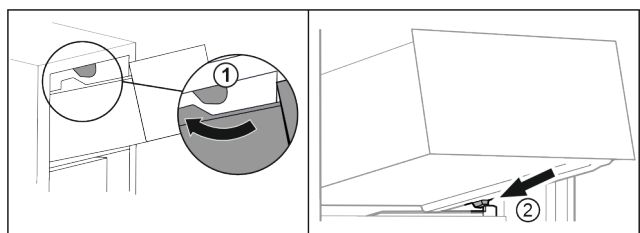

Fig. 21
- ▶ Schubfach um die oberen Stopper herumführen Fig. 21 (1).
- ▶ Schubfach schräg hinter den unteren Stoppnern auf die Behälterraupe aufsetzen Fig. 21 (2).